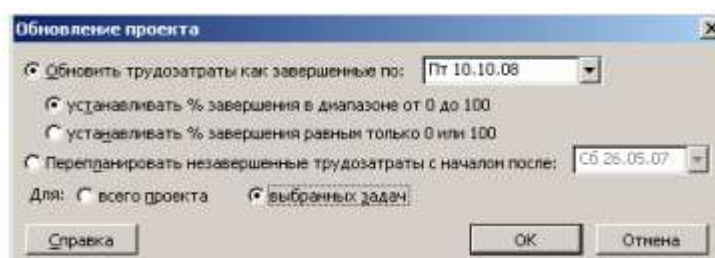

Рис. 47. Диалог (Обновление проекта)
• Убедитесь, что установлен переключатель (Обновить трудозатраты как завершенные по:), и в открывающемся списке справа от него, на календаре, выберите дату окончания этих работ – 9 октября 2008 года. Установите переключатель (выбранных задач) (рис. 47).